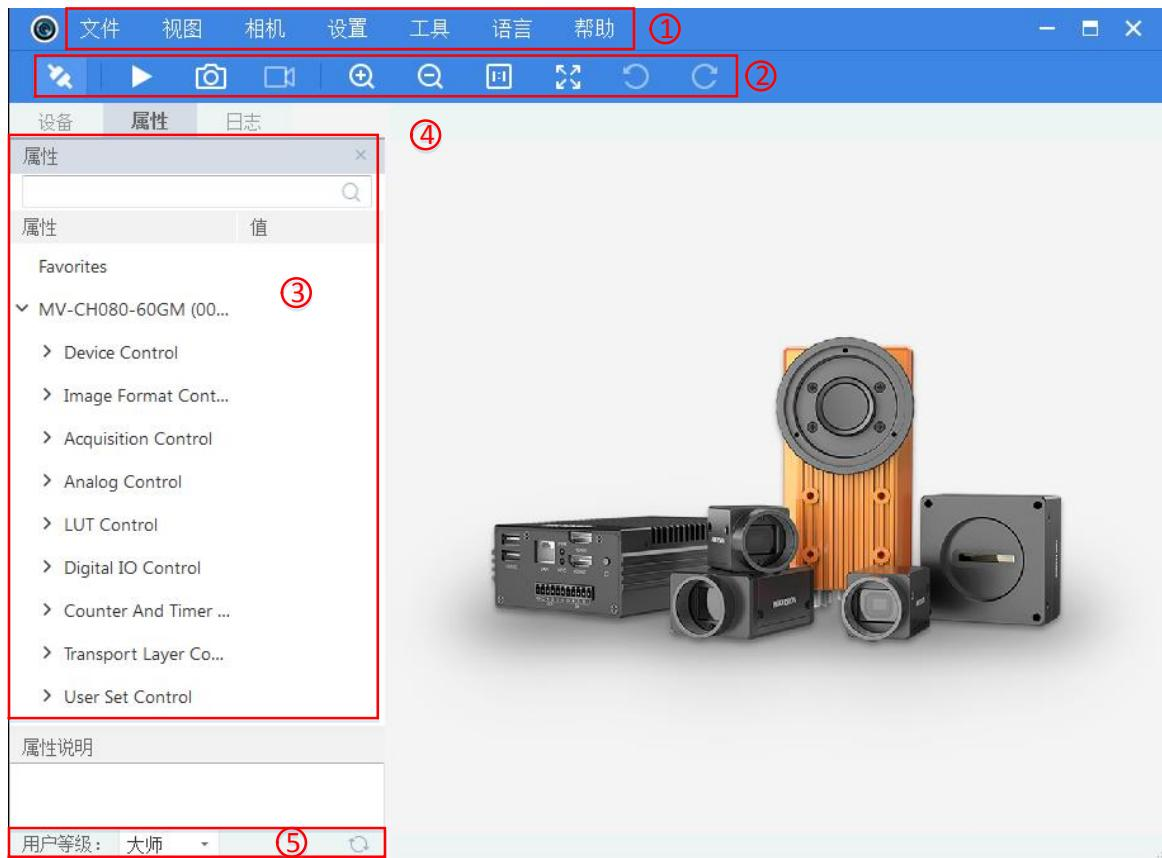

图3-4 客户端主界面
1. 双击桌面的 MVS 快捷方式，打开客户端软件，其中①②③④区域分别代表菜单栏区、控制工具条区、设备列表和属性区、预览区会显示当前设备列表中选中设备的图像，双击打开设备，设备属性如图 3-4 中③所示。
- 属性窗口下的用户级别，如图 3-4 中的⑤所示，有初级、专家和大师三种，对应的属性窗口中的参数会有部分差异。